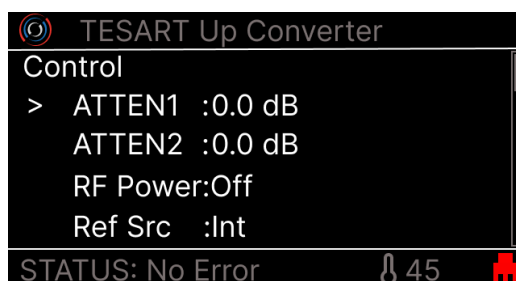

Рисунок 8 – Меню управление конвертером (Вкладка 1 Control)
2.3.2.7 Вкладка «Control» используется для управления конвертером (Рисунок 8, 9).